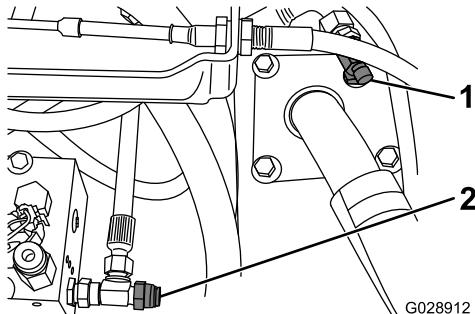

図 1
- カッターブロックの後部にある 3/8 インチのドレンホースを外してブランкиングプラグを取り付ける(図 1)。
- 1/4 インチのティーを取り付ける図 1。